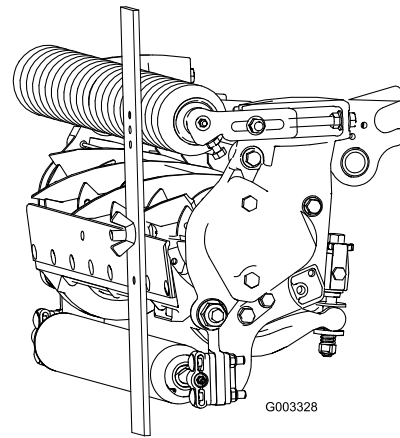

Bild 23
3. Haken Sie den Schraubenkopf an die Schnittkante des Untermessers ein, und stützen Sie das hintere Ende des Trägers auf der hinteren Rolle ab (Bild 23).
4. Drehen Sie die Einstellschraube, bis die vordere Rolle die Messlehre berührt (Bild 23). Stellen Sie beide Enden der Rolle ein, bis die ganze Rolle parallel zum Untermesser ist.